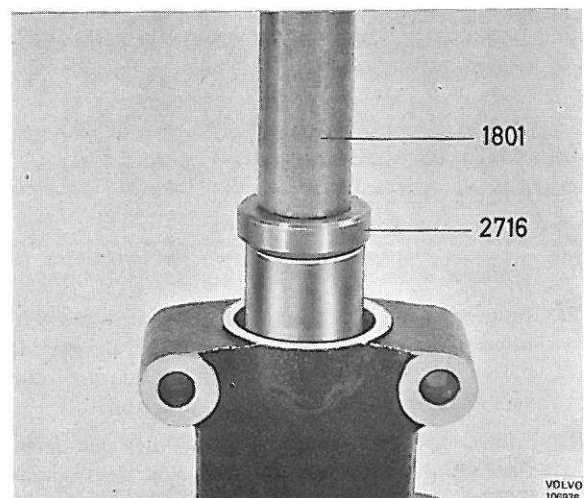

Figure 78. Mise en place des bagues dans l'axe porte-galet
1. Monter les bagues de l'axe porte-galet en se servant du mandrin 2716 et de la poignée de base 1801, voir figure 78. Réalésier les bagues avec l'alésoir 2721. Se servir du guide 2254 qu'on fixe